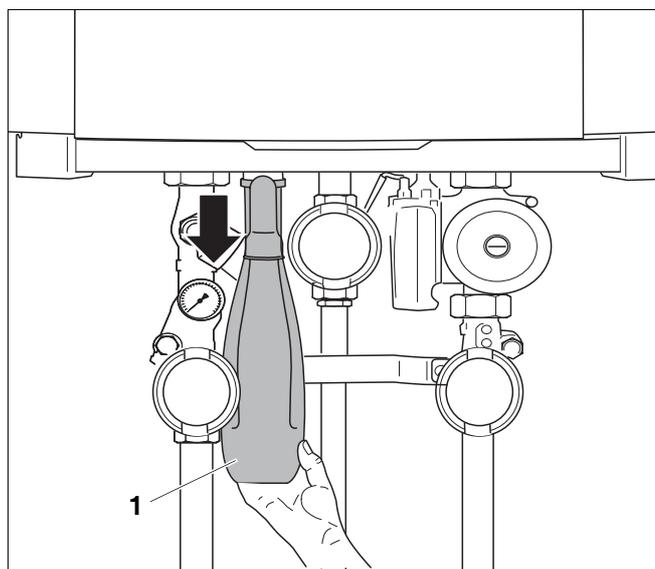

Fig. 100 Allentare il sifone nel set di raccordi
- Allentare il sifone dal giunto ed estrarlo (fig. 100, **pos. 1**).